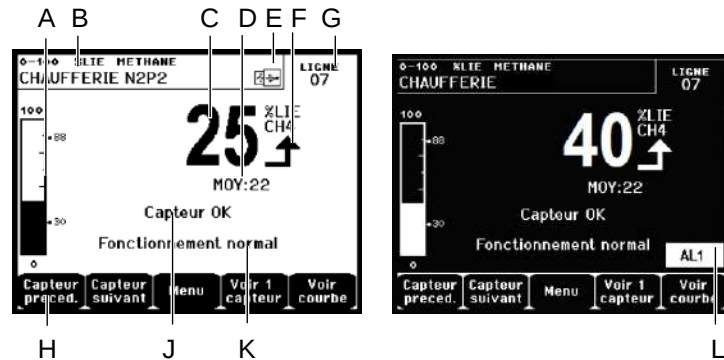

Figure 44 : exemple d'écran d'affichage des mesures en mode normal et en vidéo inverse.
- **Voir 1 capteur** : affichage en mode normal (Figure 44).
L. Zone d'indication des alarmes activées avec affichage clignotant des seuils. L'écran passe en vidéo inverse (Figure 44, écran de droite).
- **ON** : affichage des valeurs avec calcul de la moyenne des mesures sur 15 minutes ou 8 heures, en fonction de la programmation effectuée via l'application COM 43. Généralement utilisé lors de l'affichage des mesures relatives aux gaz toxiques. La mention *Valeur moyenne* est affichée sur l'écran (Figure 44, rep. D).